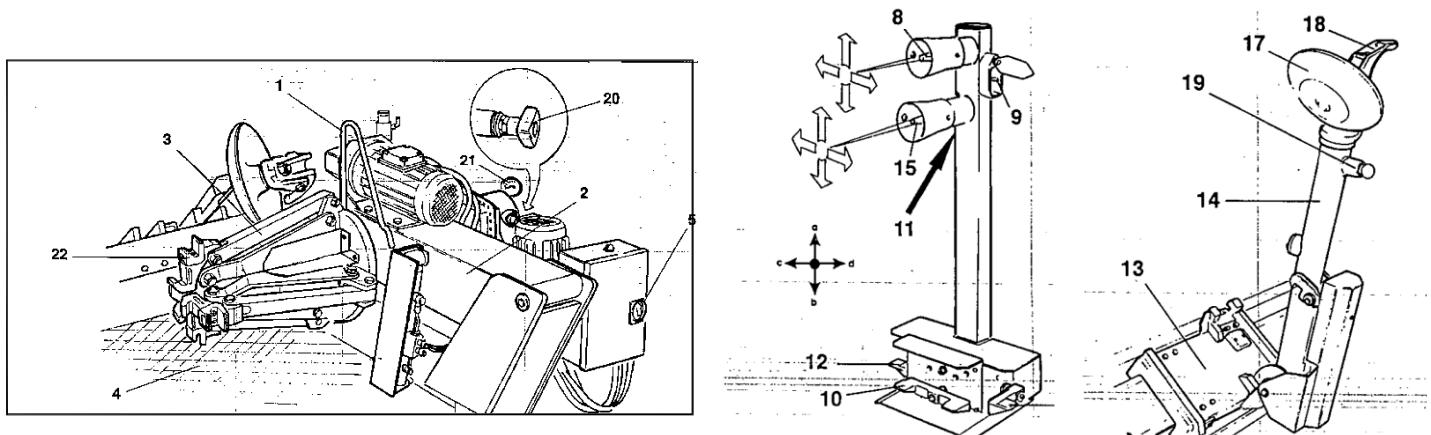
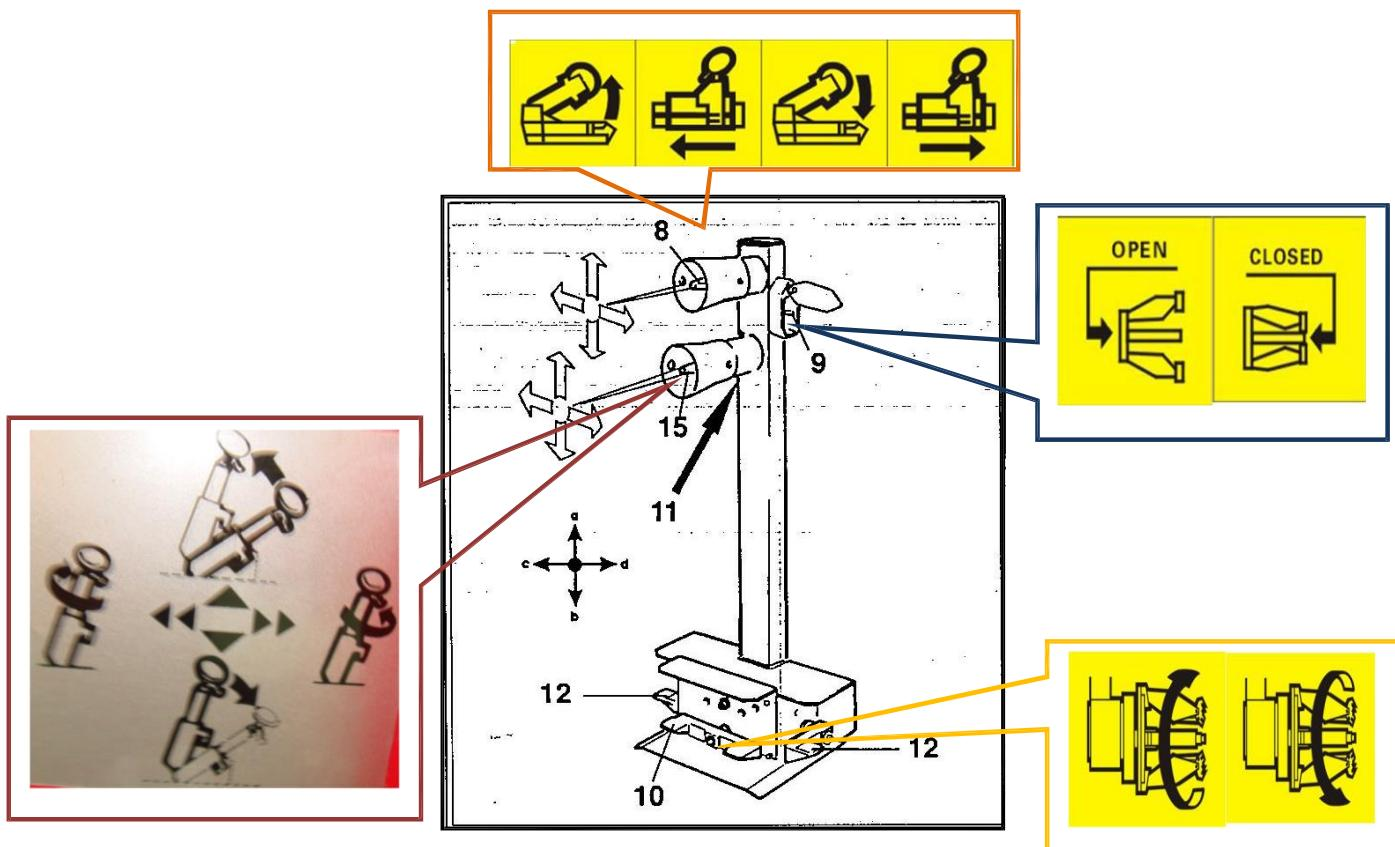

Рис. 11
Рис. 12
Подвижный пульт управления (рис. 12) позволяет оператору работать в любом положении относительно станка. Пульт оснащен следующими органами управления:
1. **Верхний рычаг управления (8, рис. 12)** в **положении а** поднимает держатель кулачкового зажима и в **положении б** опускает его. В **положении с** перемещает кулачковый зажим вправо и монтажную лапу влево (они оказываются рядом друг с другом), в **положении д** смещает кулачковый зажим влево и монтажную лапу вправо (теперь они расположены далеко друг от друга).
2. **Нижний рычаг управления (15, рис. 12)** в **положении а** перемещает монтажную лапу в нерабочее положение, в **положении б** перемещает лапу в рабочее положение. При перемещении в **положение с** поворачивает монтажную головку на 180 град. против часовой стрелки, при перемещении в **положение д** поворачивает монтажную головку в противоположную сторону и возвращает ее в исходное положение.
3. **Переключатель зажима (9, рис. 12)** в верхнем положении разводит рычаги самоцентрирующегося кулачкового зажима (**ФИКСАЦИЯ**), в нижнем положении сводит рычаги самоцентрирующегося кулачкового зажима (**НЕЗАФИКСИРОВАНО**).
4. **Педаль (10, рис. 12)** при нажатии с левой или правой стороны включает вращение зажима в направлении, указанном стрелкой на педали.
5. **Выключатель второй скорости (11, рис. 12)** при нажатии с педалью (10, рис. 12) включает высокую скорость вращения кулачкового зажима.
6. **Педали включения второй скорости вращения (12, рис. 12)** перемещают кулачковый зажим и монтажную лапу, каретку на высокой скорости.
- 1) Переместите нижний рычаг управления (15, рис. 12) вверх (а), монтажная лапа (14, рис. 12) должна повернуться в нерабочее положение.
- 2) Монтажная лапа займет нерабочее положение при перемещении верхнего рычага управления (8, рис. 12) вверх (а) держатель кулачкового зажима (2, рис. 12) должен подняться, при перемещении рычага управления вниз (б) держатель кулачкового зажима должен опуститься.
При перемещении верхнего рычага управления влево (с) держатель кулачкового зажима (2, рис. 12) перемещается вправо, а монтажная лапа (14, рис. 12) влево. Оба приспособления располагаются рядом друг с другом,
При перемещении верхнего рычага управления (d) вправо держатель кулачкового зажима перемещается влево, а монтажная лапа вправо. Повторите указанные операции (c и d), одновременно нажимая на одну из двух педалей (12, рис. 12). Вышеуказанные движения будут происходить на высокой скорости.
- 3) Поверните рычаг переключателя (9, рис. 12) вверх: рычаги зажима (3, рис. 11) должны раскрыться. Поверните рычаг вниз, рычаги зажима сводятся. Повторите указанные операции, одновременно нажимая на одну из двух педалей (12, рис. 12). Вышеуказанные движения будут происходить на высокой скорости.
- 4) Нажмите правую педаль (10, рис. 12): зажим (3, рис. 11) начнет вращаться по часовой стрелке, при нажатии левой педали зажим вращается против часовой стрелки. Нажмите на выключатель второй скорости (11, рис. 12) вниз и повторите указанные выше операции: зажим будет вращаться с повышенной скоростью.
- переместите переключатель зажима (9, рис. 12) в верхнее положение, чтобы развести рычаги кулачкового зажима;
- удерживая переключатель зажима в данном положении, проверить показания давления по манометру (21, рис. 12), оно должно составлять 160бар±5%
- 4) Свядите кулачки (22, рис. 12), сдвиньте колесо на подвижной опоре в направлении самоцентрирующегося кулачкового зажима. Приведите в действие выключатель (9, рис. 12), чтобы раскрыть кулачковый зажим и зафиксировать обод колеса изнутри. Далее на рисунках 16 приведены наиболее распространенные методы крепления колес.